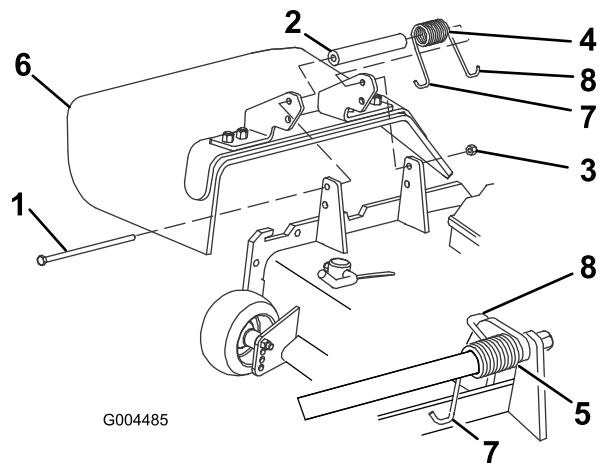

Bild 78
3. Legen Sie das Distanzstück und die Feder zwischen die Halterungen des Ersatzablenkbleches (Bild 78). Setzen Sie das linke J-Hakenende der Feder hinter die Kante des Mähwerks.
Hinweis: Stellen Sie sicher, dass sich das linke J-Hakenende der Feder hinter der Mähwerkkante befindet, bevor Sie die Schraube einführen, siehe Bild 78.
4. Setzen Sie die Schraube und Mutter ein. Führen Sie das rechte J-Hakenende der Feder um das Ablenkblech (Bild 78).
2. Entfernen Sie die Sicherungsmutter, Schraube, Feder und das Distanzstück, mit denen das Ablenkblech an den Drehhalterungen befestigt ist (Bild 78). Entfernen Sie defekte oder abgenutzte Ablenkbleche.